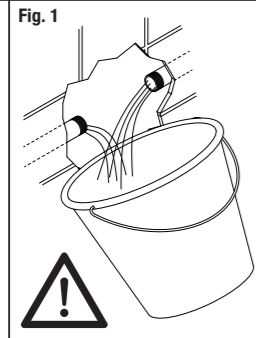

Fig. 6
2) Retire el grifo usado si lo tiene colocado. Realice la apertura de la pared lo suficientemente grande para tener acceso a las llaves de corte (D), tome como referencia las carcassas protectoras (B y C). Prepare la instalación de las tomas de agua teniendo en cuenta las tolerancias de empotrado (Fig. 6).
2) Remove old valve if any. Make a hole in the wall large enough to get access to the stop valves (D), use the plastic caps (B and C) as a reference. Prepare the connection of the water supply pipes taking into account the built in wall tolerance (Fig. 6).
2) Retirez le robinet utilisé s'il est installé. Agrandir l'ouverture du mur pour accéder aux vannes d'arrêt coupe (D), prenez comme référence les boîtiers de protection (B et C). Préparer l'installation des prises d'eau en tenant compte des tolérances de l'encastrement (Fig. 6).